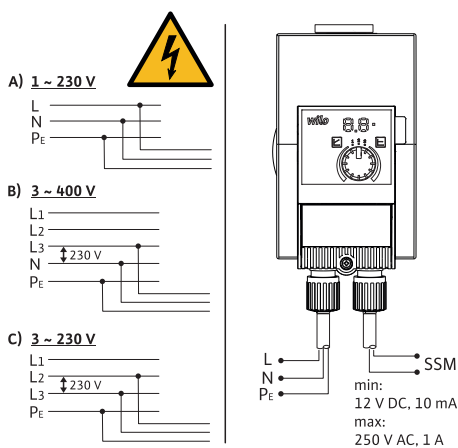

Fig. 3: Mogućnosti priključivanja
- Priključite na niskonaponske mreže od 230 V. Prilikom priključivanja na IT mreže (oblik mreže Isolé Terre) obvezno osigurajte da napon između faza (L1-L2, L2-L3, L3-L1 → Fig. 3) ne prelazi 230 V. U slučaju pogreške (zemljospoj) napon između faza i PE ne smije prelaziti 230 V.